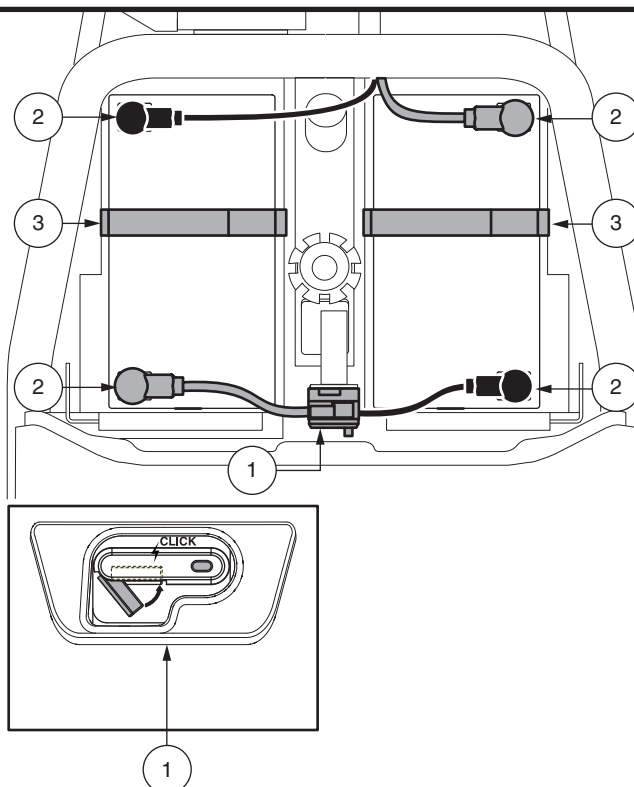

Figuur 12. Verwijdering/installatie van de kap
Volg 6 eenvoudige stappen in Figuur 12 om uw accu's veilig op te laden:
2. Verwijder de achterkap door de twee (2) duimschroeven los te maken. Daarna de kap recht op te tillen en van de voertuig te verwijderen. **Zie figuur 12.**
3. Verwijder de accukap door de vier (4) duimschroeven los te maken. Daarna de kap recht op te tillen en van de voertuig te verwijderen. **Zie figuur 12.**